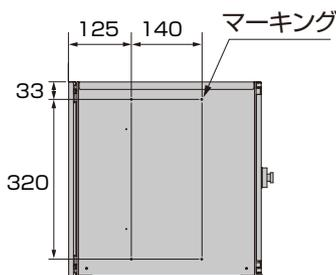

図6-1
- ①ポスト本体の片側面4ヶ所のマーキング部にφ6の穴をあけてください(図6-1参照)